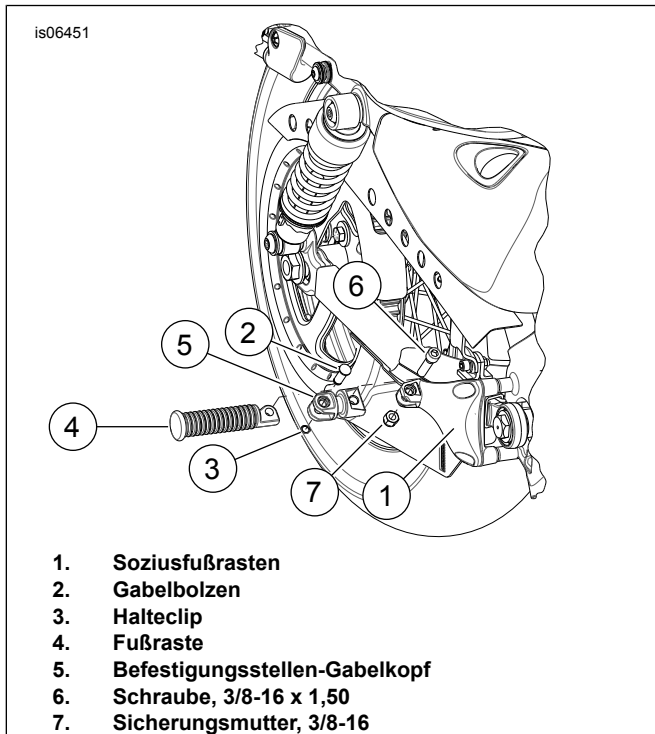

Abbildung 1. Einbau des Befestigungsstellen-Gabelkopfes
4. Siehe Abbildung 1. Mit den Befestigungsteilen (6 und 7) aus dem Satteltaschensatz je einen Befestigungsstellen-Gabelkopf (5) an beiden Soziusfußrasten (1) anbringen. Die Mutter anziehen auf 13,6–21,7 N·m (10–16 ft-lbs).
5. Die Soziusfußraste (4) gemäß Anleitung aus dem Soziusfußrastensatz mit Hilfe der Bolzen (2) und Halteclips (3) am Befestigungsstellen-Gabelkopf (5) anbringen.